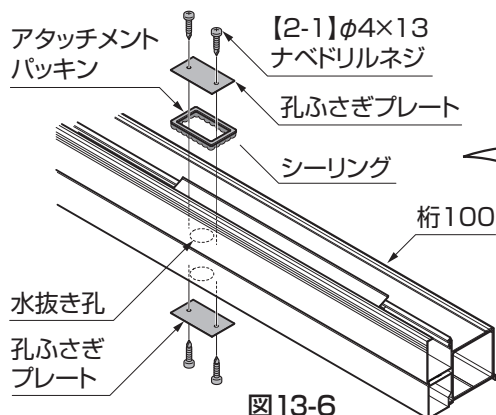

図13-6
⑫アタッチメントを取付けない桁の水抜き孔は、アタッチメントパッキンと孔ふさぎプレートを【2-1】で取付けてください。(図13-6参照)